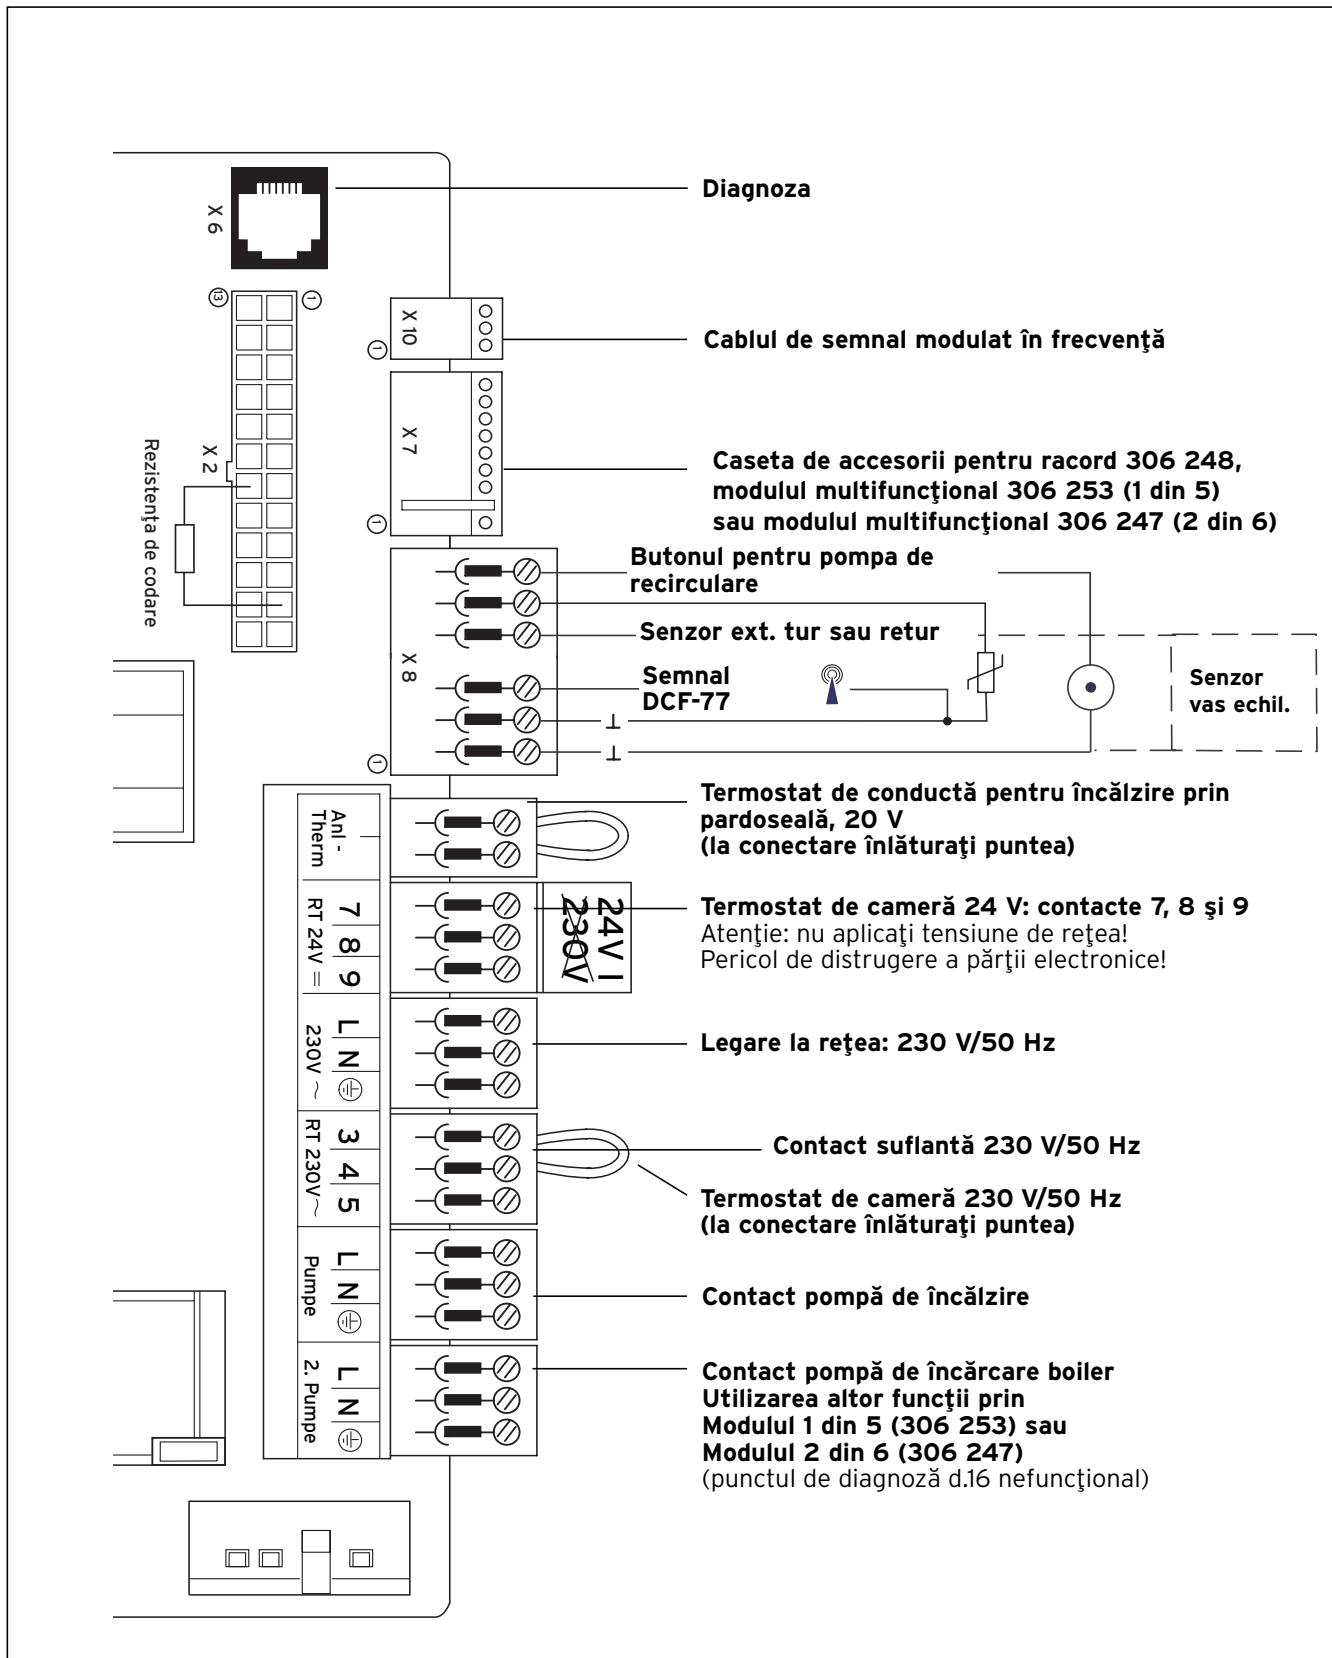

Fig. 4.11 Planul de conexiuni ecoTEC VU 656-7
- Conectați cablul de legătură corespunzător fig. 4.11/ 4.12 la fișa ProE, respectiv prizele de fișe aferente ale părții electronice.
- Declipsați capacul posterior al pupitrului de comandă (1) din punctele (2) și rabatați înapoi sus capacul.
- Treceți conductorii de legătură ai fiecărei componente care urmează să fie conectată prin îmbinările filetate PG (4) din stânga, la partea inferioară a aparatului.
- În final, introduceți conductorii de legătură (5) în pupitru electronic și scurtați-i la lungimea necesară.
- Îndepărtați izolația aprox. 2-3 cm de pe conductorul de legătură și desizolați firele (vezi fig. 4.11).